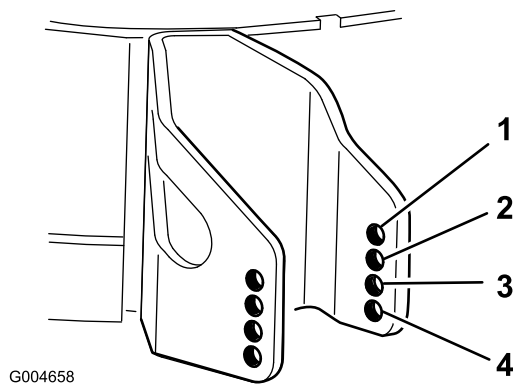

Figure 23
- Choisissez le trou qui convient pour que le galet anti-scalp se trouve le plus près possible de la hauteur de coupe correspondante voulue (Figure 23).